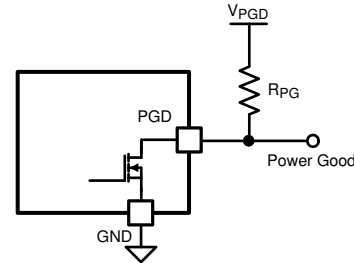
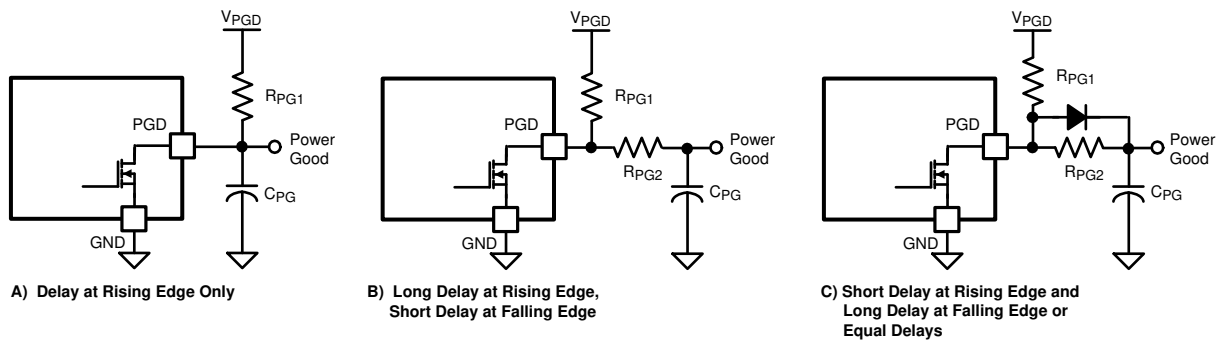

図 8-7. パワーグッド出力
図 8-8. パワーグッド出力ピンへの遅延の追加
FB ピンの電圧がスレッシュホールドを上回ると、PGD ピンに作用する内部プルダウンが無効化され、図 8-7 に示すように、プルアップ抵抗 R_{PG} を介して PGD が V_{PGD} に上昇します。プルアップ電圧 (V_{PGD}) は最大 80V で、VIN および OUT の電圧よりも高い場合と低い場合があります。VDD は、低電圧ロジックと接続でき、電源オン時の PGD のグリッチを回避できるため、V_{PGD} として便利な選択肢です。PGD で遅延が必要な場合について、推奨回路を 図 8-8 に示します。図 8-8
の (A) では、コンデンサ C_{PG} が立ち上がりエッジに遅延を追加しますが、立ち下がりエッジには追加していません。図 8-8 の (B) では、立ち上がりエッジは $R_{PG1} + R_{PG2}$ および C_{PG} により遅延し、立ち下がりエッジは R_{PG2} と C_{PG} のうち小さいほうの量だけ遅延します。 R_{PG2} (図 8-8 の (C)) の両端にダイオードを追加すると、両方のエッジで均一な遅延、または立ち上がりエッジで短い遅延と立ち下がりエッジで長い遅延が許容されます。